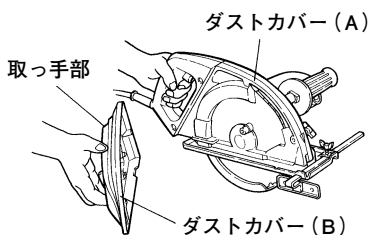

図 16
- (2) 取っ手部を持ってダストカバー (B) をはずし、内部の切りくずを捨てます。(図 16)
- (3) ダストカバー (A) と (B) に付着している切りくずをきれいにふきとった後、ダストカバー (B) を取付け、チョウボルトで固定します。